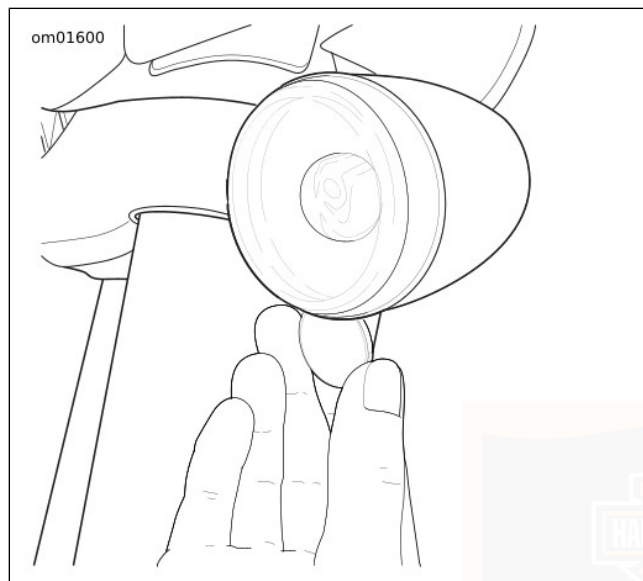

Figura 46. Tacca sulla cornice della lente
1. Vedere Figura 46. Inserire la lama di un piccolo cacciavite (o una moneta) nella tacca sull fondo della cornice della lente. Far leva attentamente finché la cornice della lente non scatti fuori dal guscio della luce.